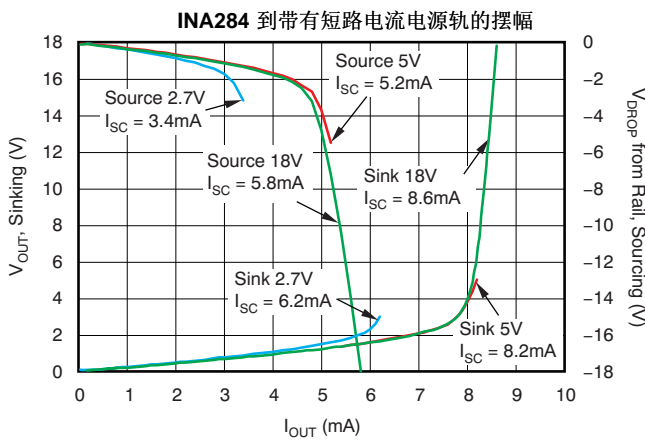

Figure 29.
(6) 请见Figure 29到Figure 31的典型特征图。